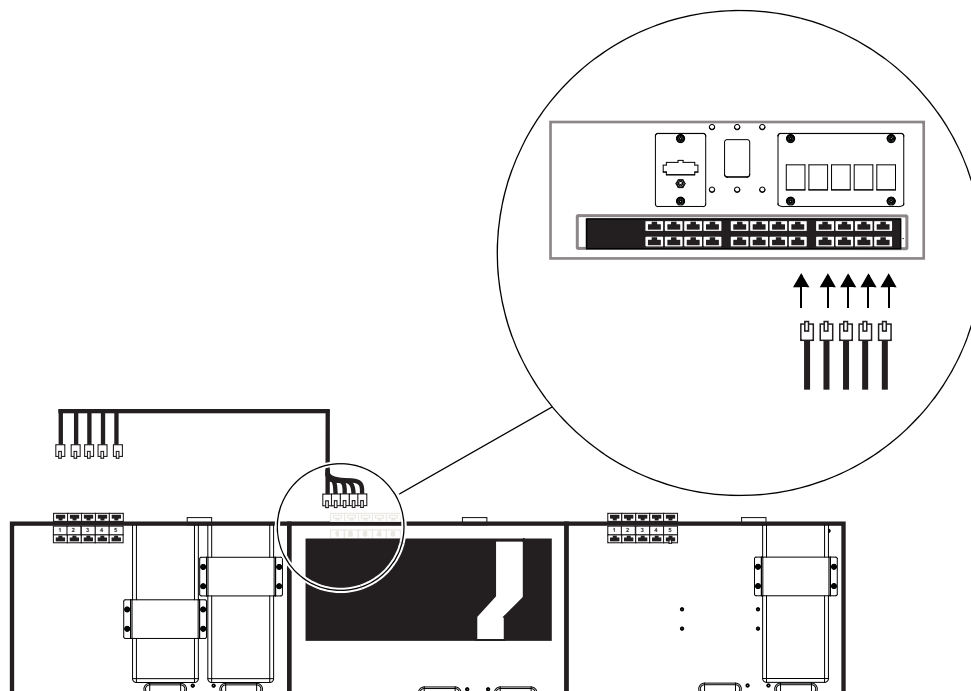

Figure 17. Connexion du premier jeu de câbles au commutateur Ethernet (vue de dessus en bas à gauche, vue arrière du bac en haut à droite)
- 2 En vous tenant derrière le bac du commutateur Ethernet, connectez les câbles 1 à 5 du premier jeu de câbles aux ports du commutateur Ethernet, en les faisant passer par les ouvertures de la plaque de connexion arrière, comme représenté sur la Figure 17. De plus :